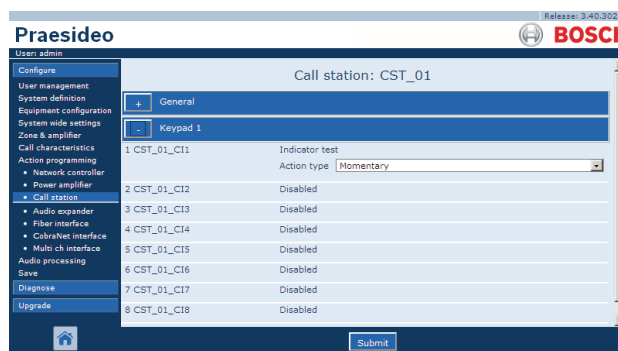

Abb. 47.31: Taste für Anzeigentest
- 1 Falls eine Durchsage an mindestens eine der konfigurierten Zonen oder Zonengruppen erfolgt, die die gleiche oder höhere Priorität hat wie die konfigurierte Priorität, wird der zweite Ausgang für diese Anzeige (normalerweise eine gelbe LED) auf einem LBB4434/00 Tastenfeld-Satz aktiviert. Falls sie zur Anzeige eines Notrufs in diesen Zonen oder Zonengruppen verwendet wird, sollte eine rote LED mit diesem Ausgang verbunden werden. Vorzugsweise wird eine für jede Notfallzone zweckbestimmte Anzeige verwendet. Die Farbe rot für diesen Zweck ist in den meisten Normen für Notrufanlagen festgelegt, z.B. EN54-16. Falls der Prioritätswert mit 224 definiert ist, ist die *Zonenstatus*-Anzeige erleuchtet, falls ein Notruf (dessen Priorität gleich oder größer als 224 ist) an diese Zone oder Zonengruppe getätigt wird. Abb. 47.31 enthält eine Übersicht der Seite *Action programming* (Programmierung von Aktionen) für die Tastenfunktion (*Zone status*).